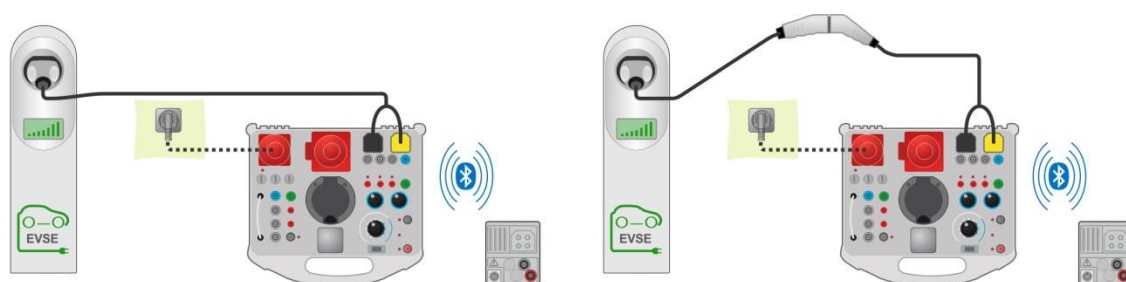
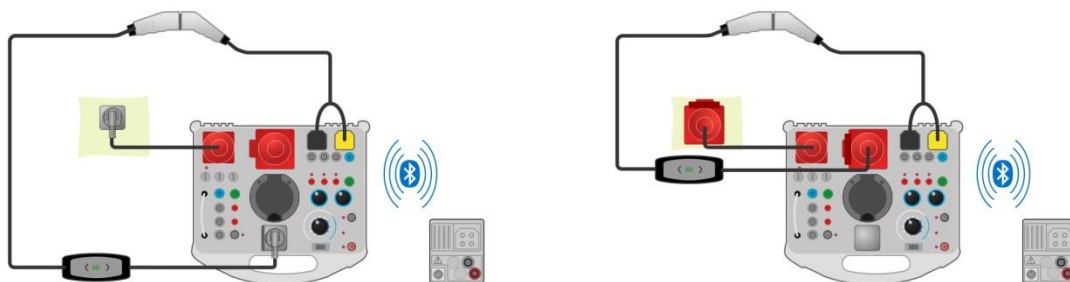
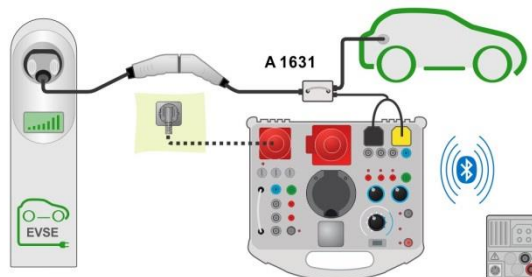

Abbildung 7.117: Diagnoseprüfung, EV Simulation und Fehler-Unterprüfungen - Anschluss an EVSE
Abbildung 7.118: Diagnoseprüfung, EV Simulation und Fehler-Unterprüfungen - Anschluss an Mode 2, das vom Analyser gespeist wird
Abbildung 7.119: Diagnoseprüfung (EVSE) - Monitor- Unterprüfungen - Anschluss an EVSE oder Ladekabel
- › Koppeln und verbinden Sie das MI 3152(H) mit dem A 1632 eMobility Analyser über Bluetooth. Siehe Kapitel **4.6.5.1 Konfiguration der Messadapter**.
- › Überprüfen Sie die Bluetooth Aktiv-Anzeige, wenn der MI1632 eMobility Analyser über Bluetooth mit dem Prüfgerät MI 3152(H) verbunden ist.
- › Schließen Sie das Ladekabel / die Ladestation an den A 1632 eMobility Analyser an. Siehe **Abbildung 7.117**, **Abbildung 7.118** und **Abbildung 7.119**. Detaillierte Informationen finden Sie in der **A 1632 E Mobility Analyser Bedienungsanleitung**.